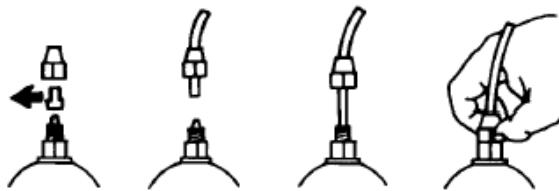

Рис. 7
**e.** – Снимите защитные колпачки с двух ниппелей, пропустите шланг через гайку, одновременно проталкивая и вращая, вставьте шланг в коническое соединение ниппеля (зажим шланга). Поворотом гайки зафиксируйте шланг. (Рис. 7)